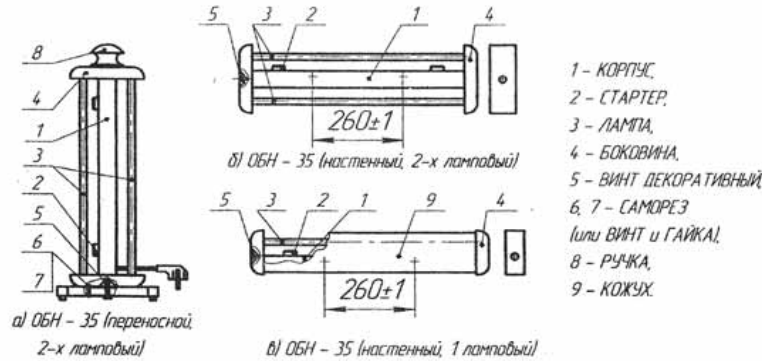
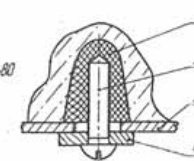

Рис. 2. Общий вид облучателей медицинских бактерицидных
Рис. 1 Сборка корпуса облучателя
- 3.3 Проверить работу облучателя до его монтажа в следующей последовательности (см. рис. 1):
- открутить винты (5), снять боковины (4);
- установить стартеры (2), для чего необходимо вставить их в патроны и повернуть по часовой стрелке до упора;
- установить лампы (3), для чего необходимо одновременно завести контакты лампы в патроны и зафиксировать их;
- установить боковины (4) и закрепить винтами (5).
- 3.4 Подсоединить облучатель к сети в соответствии с электрической схемой рис. 2.